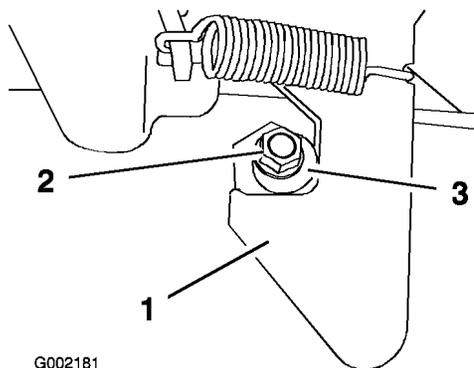

Figura 25
- Desaperte a porca no perno do trinco (Figura 25).
- Rode o perno no sentido dos ponteiros do relógio até ficar encostado ao trinco, depois, aperte a porca (Figura 25).